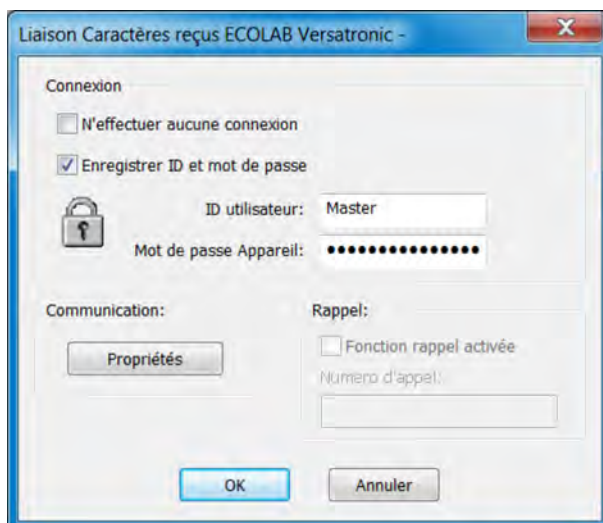

Fig. 115 : Paramètres de connexion
2. ➤ Appliquez les paramètres à la connexion et cliquez sur « Propriétés » (voir Fig. 115).